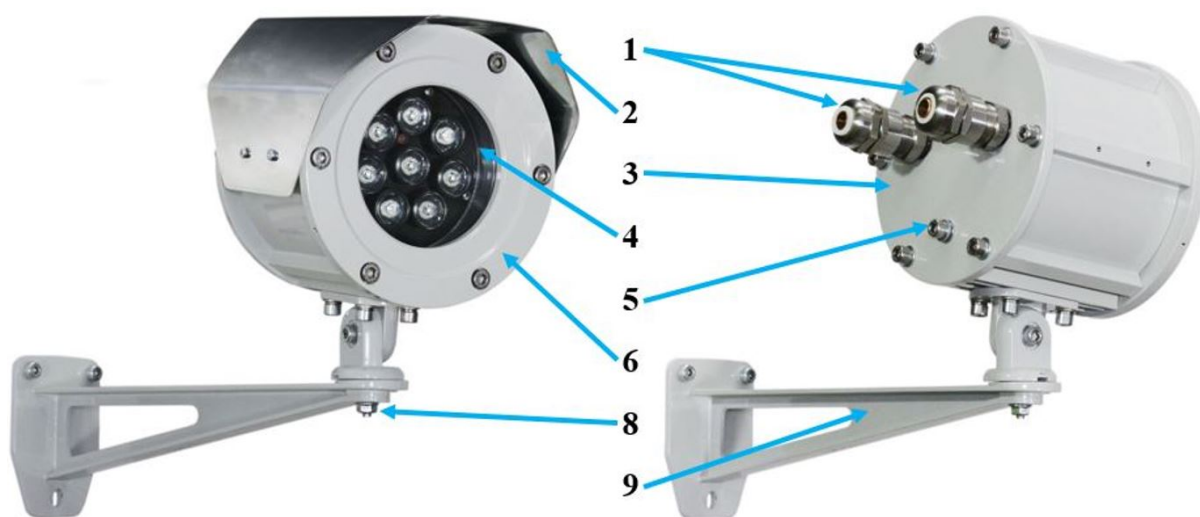

Рисунок 2. Внешний вид светодиодного прожектора Релион-ТКВ-300-А-СД
- Открутить болт (8) рис. 2, 3 и отделить кронштейн крепежно-юстировочного устройства.
- Определить рабочее место и закрепить кронштейн крепежно-юстировочного устройства (9) рис.2 и 3.
- Открутить фиксирующие винты задней крышки прожектора (3). На внутренней стороне задней крышки установлена плата коммутации рис 5. Осторожно отделить крышку от корпуса прожектора, чтобы не повредить шлейф питания от платы излучателей, подключенный к плате коммутации. Отделить от платы коммутации разъем шлейфа питания платы излучателей;
- Через кабельные вводы (1) завести кабели питания и подключить их к плате коммутации прожектора, соблюдая полярность, согласно схемы подключения на рис 6;
- Подключить проводник заземления к болту заземления (5) рис 2 и 3;
- Установить прожектор на кронштейн крепежно-юстировочного устройства (9), нацелить прожектор на контролируемую зону и зафиксировать болтом (8), рис. 2 и 3;